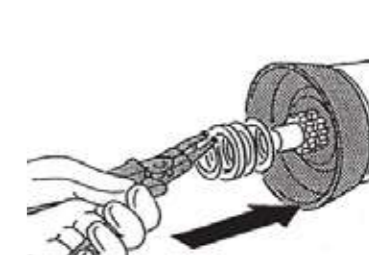

fig.120
7. Riposizionare il ceppo freno e le restanti rondelle di spessoramento quindi reinserire il seeger nella sua sede sull'albero brocciato. (fig.120)